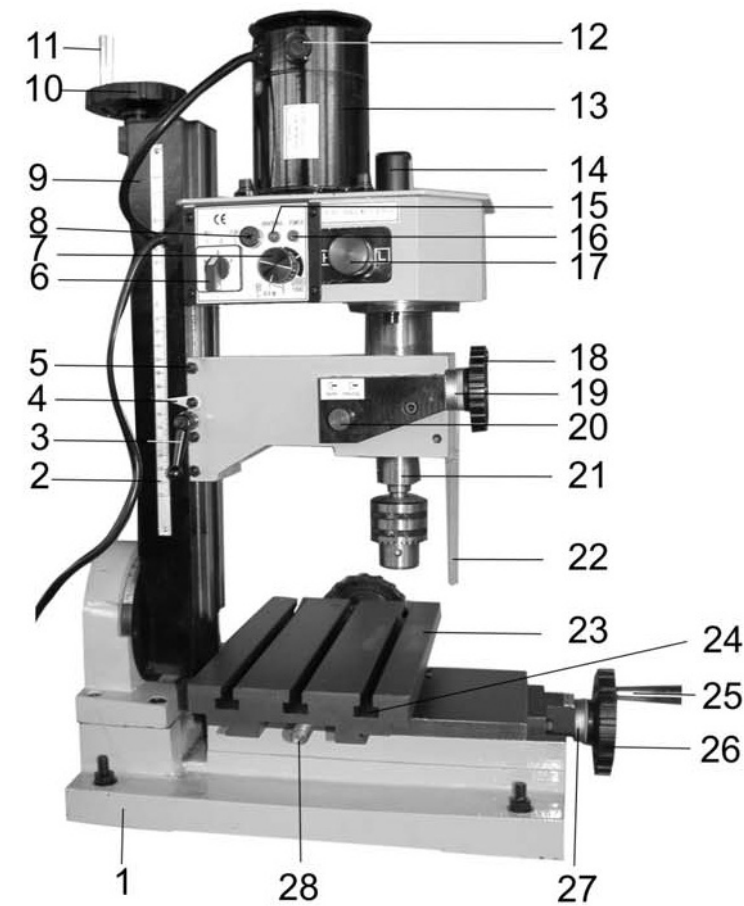

Рис. 2
- установить ручку регулятора частоты вращения шпинделя (17) в положение «низкая или высокая скорость», Рис. 2;
7.1. Станок состоит из следующих сборочных единиц и деталей (Рис. 2, 3).
8.1. Сборка (Рис. 2, 3)
8.2. Монтаж (Рис. 2, 3)
9.2. Регулировка плавности хода вертикального перемещения шпиндельной бабки (Рис. 2)
9.3. Регулировка плавности хода поперечного перемещения рабочего стола (Рис. 2, 6)
10.1. Подготовка к работе (Рис. 2, 3, 7)
10.1.4. Установите и закрепите на рабочем столе (23) заготовку (при помощи зажимов, адаптеров или тисков), Рис. 2.
10.1.7. Маховиком поперечного перемещения рабочего стола (26) отведите режущий инструмент от заготовки, Рис. 2.
10.2. Включение, выключение (Рис. 2)